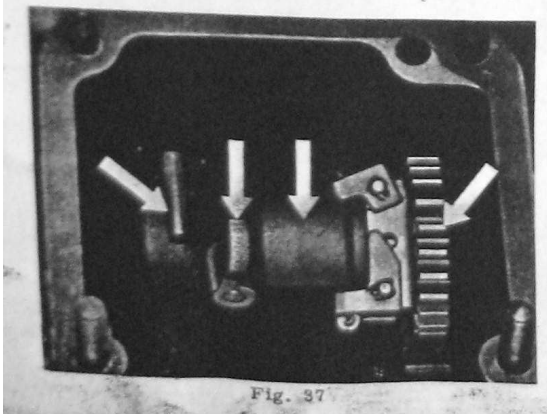

Fig. 37
1. Reglerritzel (Fig. 37, rechts) mit Fliehgewichten und Reglerstößel (Fig. 37, Mitte, rechts) auf die Reglerwelle schieben.
2. Reglerfahne (Fig. 37, Mitte, links) in die Bohrung führen und Reglerwelle absichern.
3. Anschlagschraube (Fig. 37, links) einschrauben. Die Reglerwelle muß sich leicht drehen lassen.
1. Slide pinion (Fig. 37, on the right) with flyweights and plunger (Fig. 37, centre, right) on governor shaft.
2. Insert governor vane (Fig. 37, centre left) into the bore and secure governor shaft.
3. Screw in stop screw (Fig. 37, left). The governor shaft must rotate easily.